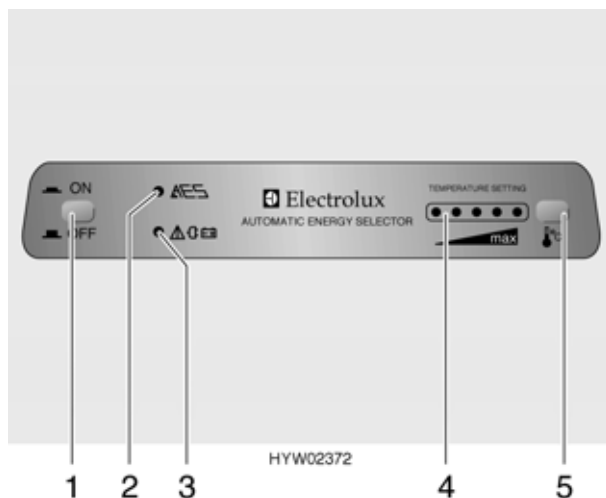

Fig. 133 Elementi di comando del frigorifero
Se l'alimentazione a 230 V non è allacciata e il motore del veicolo è spento, il sistema AES seleziona il rifornimento di gas. Selezionando il funzionamento a gas, il dispositivo di sicurezza si apre automaticamente, così che il gas possa fluire al bruciatore. Contemporaneamente si inserisce l'accenditore elettronico. Se la fiamma del gas si spegne, per esempio a causa di un colpo di vento, l'accenditore viene subito azionato riaccendendo il gas. In caso di guasto del funzionamento a gas, la luce spia (Fig. 133,2) diventa rossa e lampeggia.
- Nelle aree di servizio è vietato l'uso di impianti a fiamma viva. Nel caso in cui la sosta duri più di 15 minuti, il frigorifero deve essere spento tramite l'interruttore a pressione (Fig. 133,1).
In caso di funzionamento a elettricità, il sistema AES controlla costantemente il livello della tensione elettrica fornita. Se in un determinato intervallo di tempo la tensione elettrica è troppo bassa, il sistema AES passa automaticamente al funzionamento a gas. La luce spia (Fig. 133,3) si accende. Il sistema AES mantiene questa modalità di funzionamento fino a quando il livello di tensione elettrica non ritorna ai valori normali.
Dopo l'accensione il frigorifero seleziona automaticamente la regolazione intermedia del termostato. Questa regolazione può essere modificata manualmente tramite il tasto (Fig. 133,5). I diodi (Fig. 133,4) indicano la temperatura selezionata sul termostato. Con tale tasto viene regolata la temperatura di refrigerazione per tutti i tre tipi di funzionamento. Ci vogliono alcune ore prima che il frigorifero raggiunga la temperatura normale di esercizio. Cambiando la modalità di funzionamento la regolazione del termostato non viene modificata. La temperatura di raffreddamento è indipendente dal tipo di energia utilizzata.
- Premere l'interruttore a pressione (Fig. 133,1). La luce spia (Fig. 133,2) diventa verde.
- Regolare la temperatura di refrigerazione tramite il tasto (Fig. 133,5). I diodi (Fig. 133,4) indicano la temperatura selezionata sul termostato.
In caso di guasto del funzionamento a gas, la luce spia (Fig. 133,2) diventa rossa e lampeggia.
- Premere l'interruttore a pressione (Fig. 133,1). La luce spia (Fig. 133,2) si spegne.